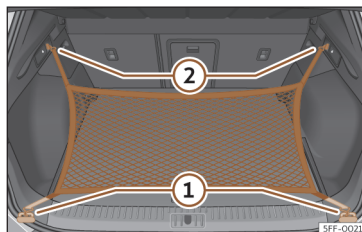

Fig. 181 Na bagageira: argolas ① e ganchos ② para fixar o saco de rede.
- Fixe os ganchos curtos da rede nas argolas de fixação >>> **Fig. 181 ①** >>> ⚠️. O fecho de correr do saco deve ficar voltado para cima.
- Fixe as fitas nos ganchos para prender sacos ②.